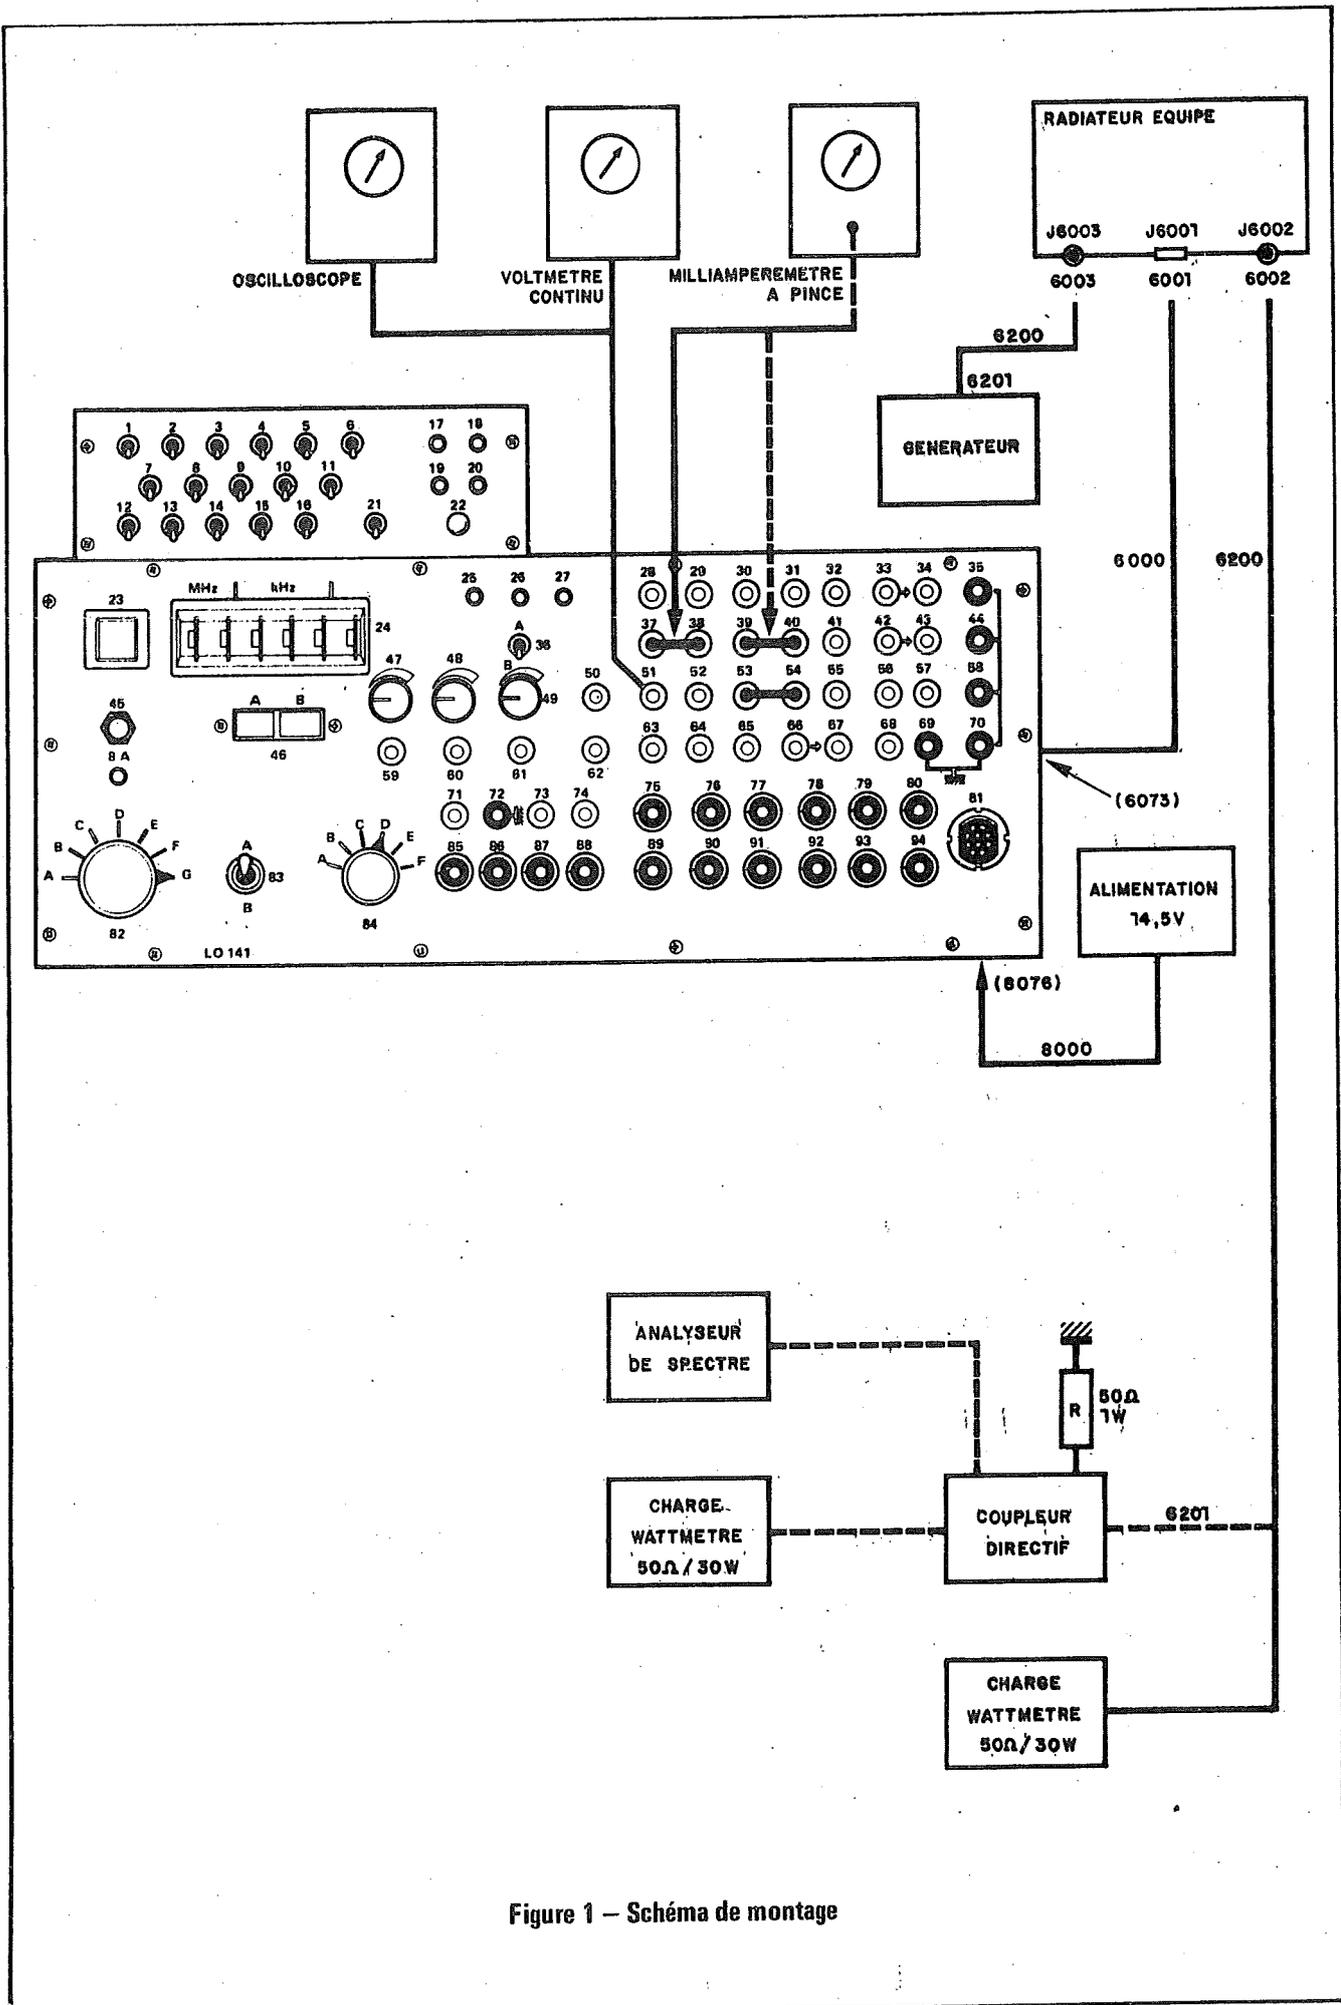

Figure 1 - Schéma de montage
#### 1.1 - Montage à réaliser (fig.1)
- Connecter la carte à régler au banc en **6073** avec le cordon «6000» comme indiqué figure 1.
- Vérifier, avec la pince milliampéremétrique, les consommations, sur les cavaliers E2002 et E2003 (fig. 1) :